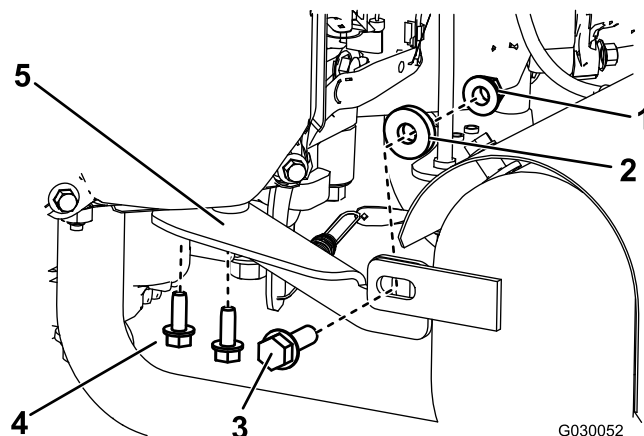
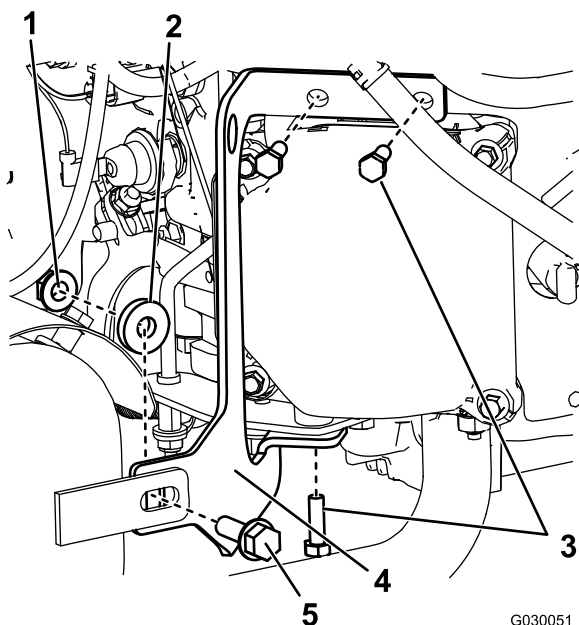

Figura 5
Figura 4
2. Retire el soporte derecho (Figura 5).
2. Aplique fijador de roscas a los 2 pernos (M6) que retiró anteriormente e instale el soporte derecho nuevo en el motor (ver Figura 5).
3. Aplique fijador de roscas a los otros 3 pernos (M6) que retiró anteriormente e instale el soporte izquierdo nuevo en el motor (ver Figura 4).
4. Sujete el silenciador a cada soporte usando una tuerca (5/16"), un espaciador y un perno (5/16" x 1"), según se muestra en Figura 4 y Figura 5.